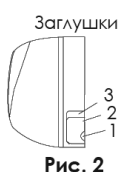

Рис. 2
1. Во время прокладки проводов, Вы можете убрать одну из заглушек на боковых сторонах внутреннего блока (Рис. 2):